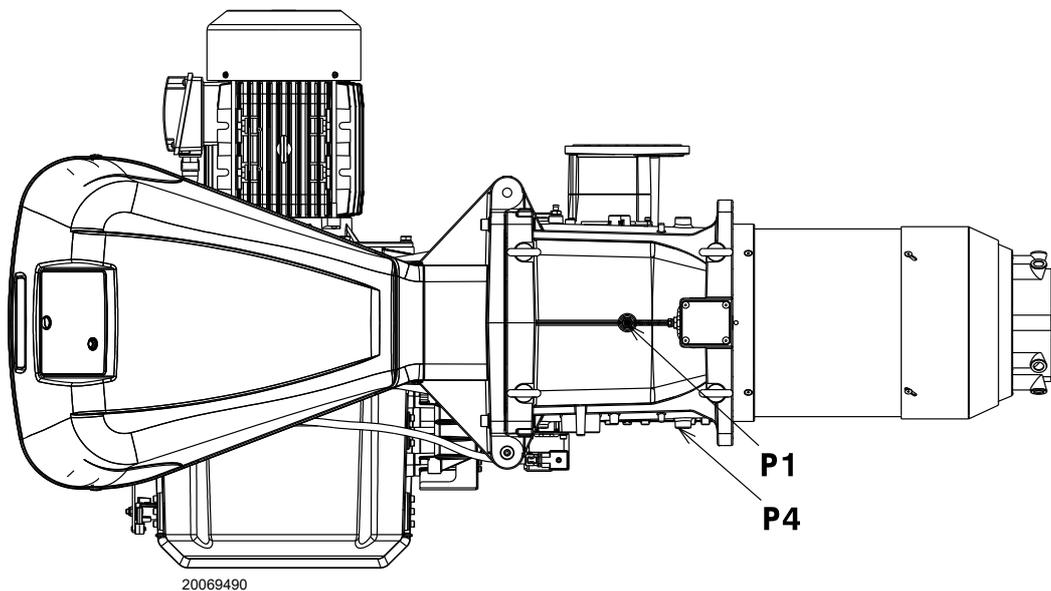

Abb. 24
Gasdruck, gemessen am Anschluss P1)(Abb. 24) unter folgenden Bedingungen:
- vom Gasdruck am Anschluss P1) (Abb. 24) den in der Brennkammer vorhandenen Druck abziehen.
Gasdruck am Anschluss P1) (Abb. 24) = 25.0 mbar
Um hingegen den am Anschluss P1)(Abb. 24) erforderlichen Gasdruck zu ermitteln, nachdem die MAX. Leistung festgelegt wurde, bei der Brenner arbeiten soll:
- Rechts, in Spalte 1, den Druck am Anschluss P1)(Abb. 24) ablesen.
Erforderlicher Druck am Abnahmeanschluss P1)(Abb. 24).